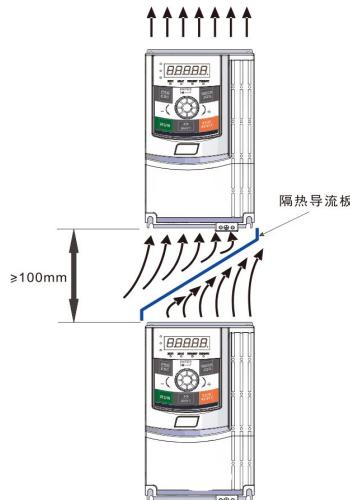

图3-2. CM530H变频器安装示意图
- 1) 请垂直安装变频器，便于热量向上散发。但不能倒置。若柜内有较多变频器时，最好是并排安装。在需要上下安装的场合，请参考图3-2的示意，安装隔热导流板。